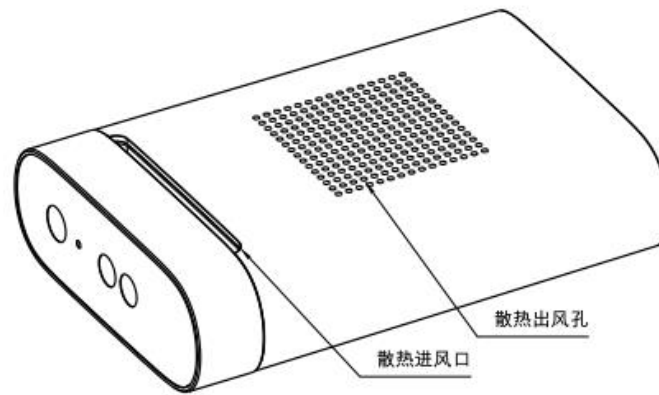

图 3-11 Femto 散热方案建议示意图
3. 模组进风口和出风口不能受阻（图 3-11 所示）。
- 2) 模组进风口和出风口不能受阻（图 3-11 所示）。